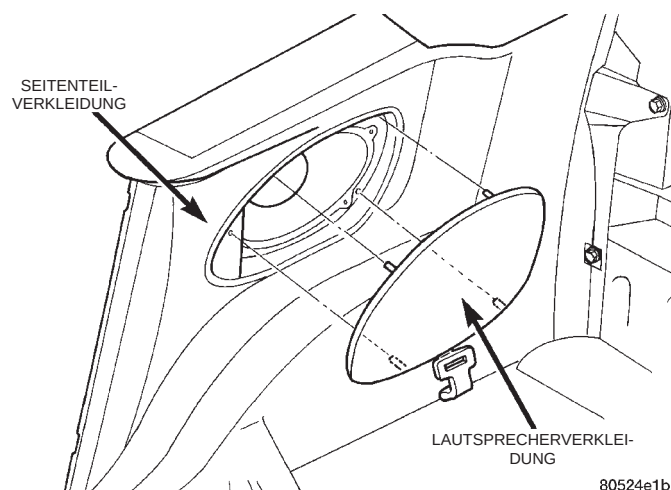

Abb. 60 Lautsprecherverkleidung
- (1) faltverdeck absenken.
- (2) Rücksitzpolster und -lehne ausbauen.
- (3) Türschwellerverkleidung abbauen.
- (4) Halteclip lösen, mit dem die Seitenteilverkleidung an der Türschwellerverkleidung befestigt ist.
- (5) Lautsprechergrill abbauen (Abb. 60).